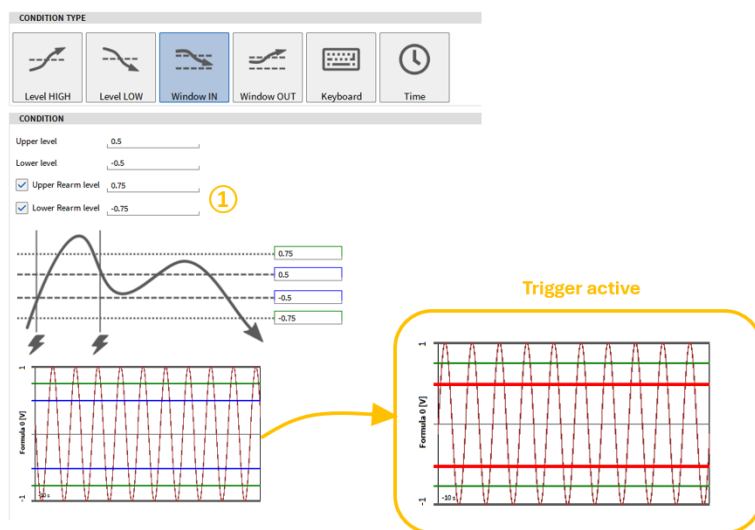

Abb. 9.8: Trigger auf *Bereich betreten*
- Window IN: Bereich betreten: Ereignis aktivieren, wenn das gewählte Signal einen bestimmten Bereich betritt. Eine obere und untere Grenze kann definiert werden (siehe Abb. 9.8). Ein *Rearm Level*, welches erfüllt werden muss, bevor der Trigger erneut einsetzt, kann optional definiert für die obere und untere Grenze verwendet werden (siehe ① in Abb. 9.8).